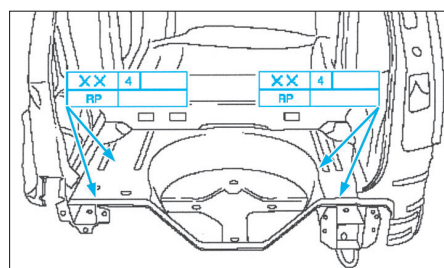

FIG. 77
- Souder le plancher (Fig.77).